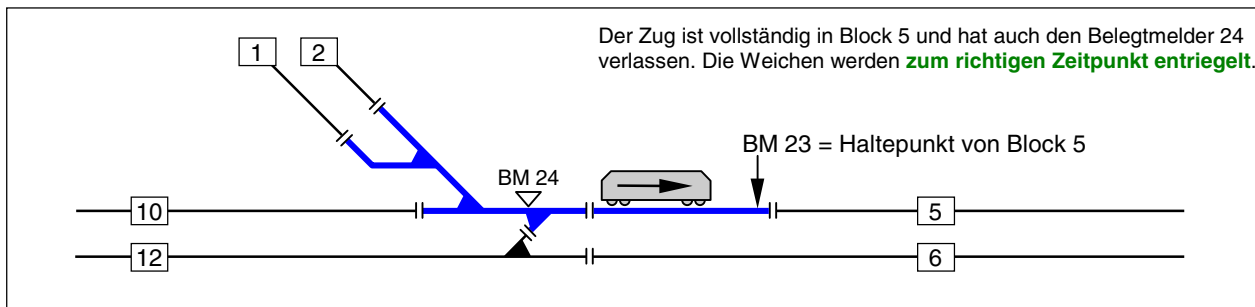

Bild 13.2 Beste Lösung mit eigenem Weichen-Meldebereich
1. Der Weichenbereich (W12, W17, W31) erhält einen eigenen Belegtmelder (z.B. BM24 in Bild 13.2). Diese Lösung ist optimal, erfordert aber einen zusätzlichen Belegtmelder in Block 5.
Bei **MpC-Digital** und der Lösung nach Bild 13.2 wird der Weichenbereich zu einem eigenen Block gemacht und als 'über-Block' in die Streckenbeschreibung eingefügt. Dann ist kein Eintrag in das SE-Formular in der "Belegtmelder-Zeile" erforderlich. Solange er als 'über-Block' nämlich noch belegt ist, hat der Zug seinen Zielblock nicht vollständig erreicht und die Fahrstraße bleibt allein deshalb noch verriegelt.
Diese Möglichkeit wurde für einen Bahnhof gewünscht, dessen Einfahrt zwar noch einsehbar, dessen Haltebereich jedoch verdeckt ist. Bis zu einem konkreten Haltmelder fahrende Züge wären dann je nach Zuglänge mehr oder weniger im verdeckten Teil verschwunden und das Gleis augenscheinlich frei. Durch Eingabe des Buchstabens **g** und eines Melders hält der Zug wenn er "ganz im Block" angekommen und die befahrene Fahrstraße entriegelt worden ist. Der Melder hinter dem **g** fungiert als (Not)-Melder, bei dem der Zug stoppt falls er für den Block zu lang ist. Die möglichen Situationen gleichen denen in Bild 13.1-3, wobei die dargestellte Lok etwa dem Standort des letzten Wagens entspricht, wenn der Zug steht. Da der jeweilige Meldeabschnitt jedoch erst 2 Sekunden nach dem Verlassen frei gemeldet wird, steht der Zugschluss leider nicht direkt hinter der Trennstelle, sondern (je nach Schleichgeschwindigkeit) ein Stück dahinter. Die beste Situation ist die in Bild 13.2, wenn die Weichen einen eigenen Belegtmelder haben der im unteren Teil des SE-Formulars als einer der zwei "Freimelder" eingetragen ist: